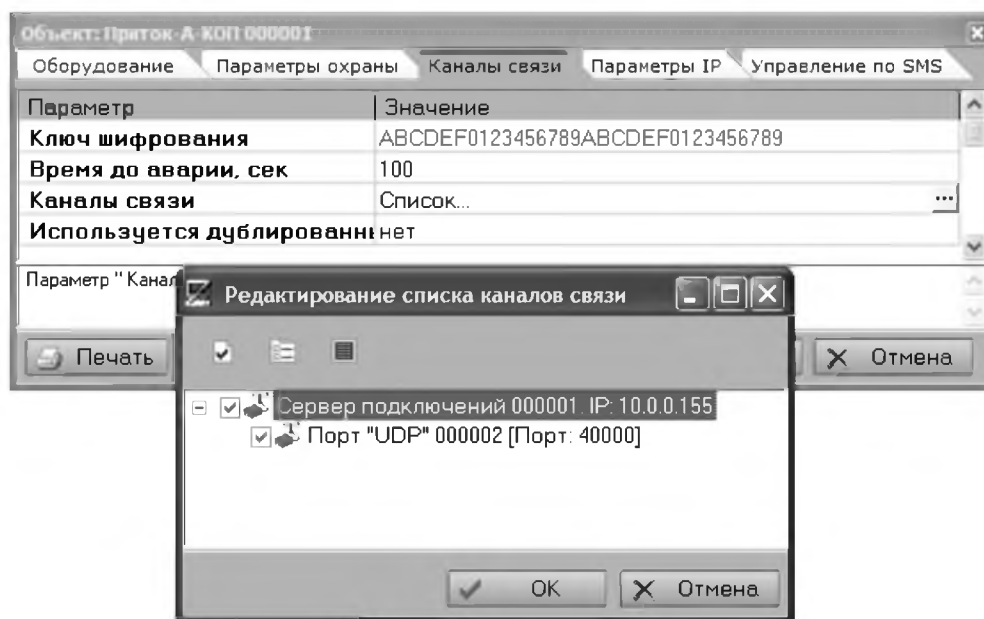

Рисунок 14. Выбор серверов подключений
3) **«Ключ шифрования»** (рисунок 14) – число, совпадающее со значением параметра «Ключ шифрования», вкладка «Подключение», установленного при настройке контроллера (см. п. 2.1.5.).
4) **«Каналы связи»** (рисунок 14) – выбрать «серверы подключений», для которых разрешён приём сообщений от данного контроллера.